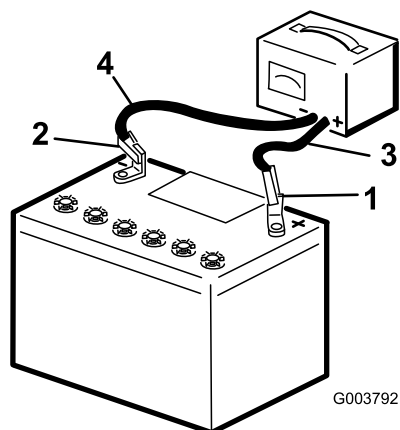

Bild 42
3. Laden Sie die Batterie für 10-15 Minuten mit 25 A bis 30 A oder 30 Minuten lang mit 4 A bis 6 A (Bild 42). Überladen Sie die Batterie nicht.
4. Wenn die Batterie voll geladen ist, ziehen Sie den Stecker des Ladegeräts aus der Dose. Klemmen Sie dann die Klemmen des Ladegeräts von den Batteriepolen ab (Bild 42).